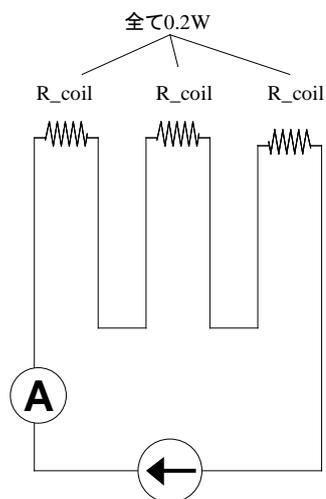
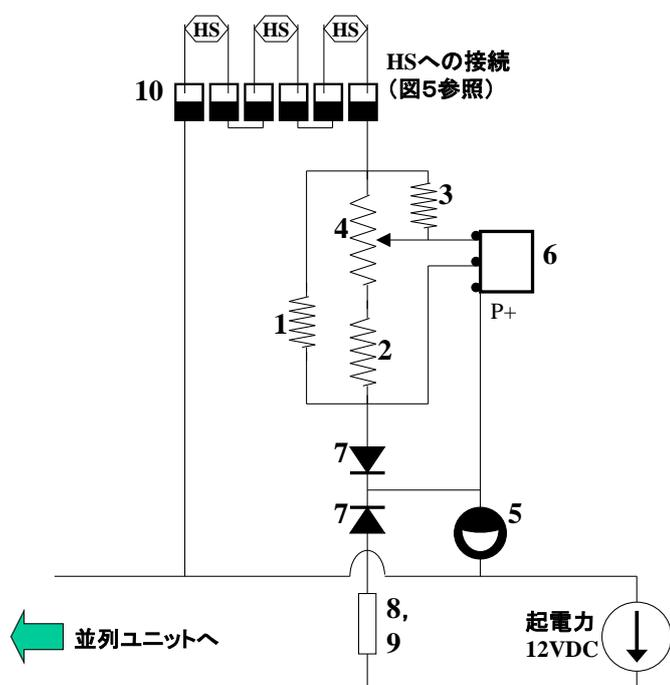

図 5. パワーボードと HS の配置
図 6. パワーボードの回路図 (但し図 5 の 1 ユニット分)
1. 1つの電力供給ユニットは図5のように、3つの HS をコントロールします。当たり前ですが、3つの HS に流れる電流は共通です (I (A) としておきましょう)。各 HS のコイル部でのジュール熱は全て 0.2W でなければならないのはわかりますね。つまり、これら 3つの HS のコイル部の抵抗値 (R_{coil} (Ω) です) は全て同じでなければなら
2. さて、3 つの HS を実際にパワーボードにつなぎます。で、電圧をかけます。そのときの電流値 I (A) をテスターで測ります。0.2W、 R_{coil} (Ω) が既知ですから、
パワーボードは、図 5 のユニットが並列で幾つか集まった形をしています。私が普段作るパワーボードは図 5 のユニットが 10 個、つまり 30 個の HS を制御可能なものです。以下では、1 つのユニットを作るためにどうすれば良いかを説明します。つまり、以下で挙げる材料も 1 つのユニット分の材料です。あとはお好きにどうぞ (とにかく並列に繋がれば良いんです)。
必要な材料リストを示します。各電子部品に番号が付いています。これは回路図 (図 6) 中の電子部品の番号に対応していますから、注意しておいてください。そうそう、基盤が必
何も考える必要はありません。とにかく図 6 の回路図に従って組み立てて下さい。それだけです。時間に余裕のある人はこの回路について考えてみるのも良いでしょう(そんな事は本題ではないのでお薦めしませんが・・・)。図 6 は図 5 に示したユニット (HS×3 センサー分) 1 つ分の回路図です。図 6 の「並列ユニットへ」にこの回路と全く同じモノを組みればもっと多くの HS を制御できます。ただ、そのときバッテリーを使うのでしたら電気のヘタリ具合をきちんと見積もった方が良いでしょう。